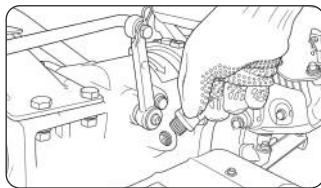

Рис. 21
- Отверните заливную пробку (рис.21).